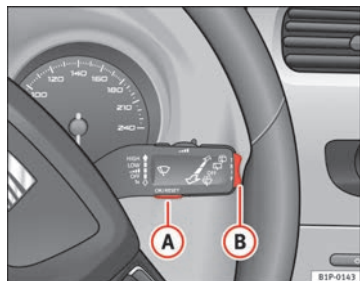
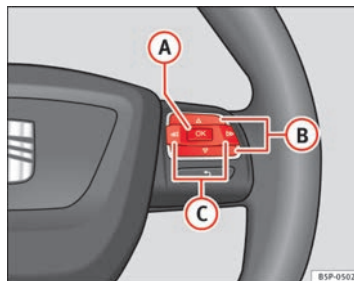

Fig. 43 Palanca del limpiacristales: tecla A para confirmar opciones del menú y tecla basculante B para cambiar de menú
Fig. 44 Mandos en volante: tecla A para confirmar opciones del menú y teclas B para cambiar de menú
⇒ fig. 44 hasta que lo visualice en la pantalla. Ya está dentro de este menú.
- Para cambiar de una memoria a otra, pulse brevemente la tecla **[A]** ⇒ fig. 43 ⇒ página 68 de la palanca del limpiacristales o la tecla **[OK]** del volante multifunción ⇒ fig. 44 ⇒ página 68 con el encendido conectado.
En el indicador multifunción puede consultar los siguientes datos accionando la tecla basculante **(B)** ⇒ fig. 43 ⇒ página 68 de la palanca del limpiacristales o pulsando la tecla **[Δ]** o **[▽]** ⇒ fig. 44 del volante multifunción*.